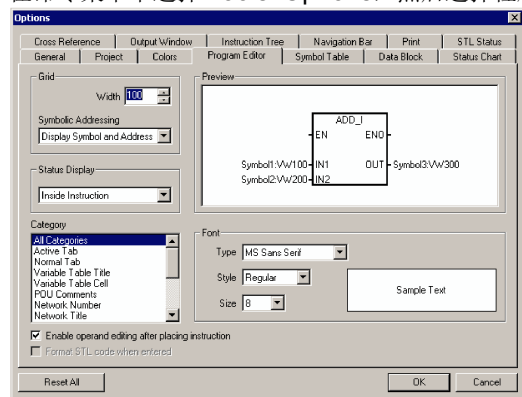

图 8-2 显示状态选择
STEP 7-Micro/WIN 为在程序中显示状态提供了多种选择。要为程序状态显示作配置，在命令菜单中选择 **Tools>Options**，然后选择程序编辑器标签页即可，如图 8-2 所示。